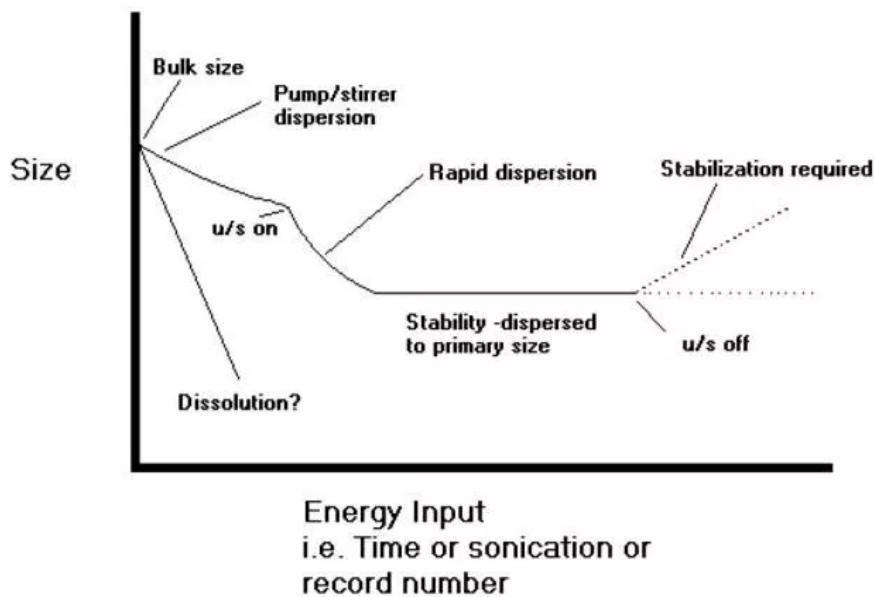

Figure 3: Theoretical plot showing the process of particle dispersion.
- 图3给出了粒子在分散过程中如何变化的理论图
- 图 3. 粒子在分散过程中如何变化的理论图